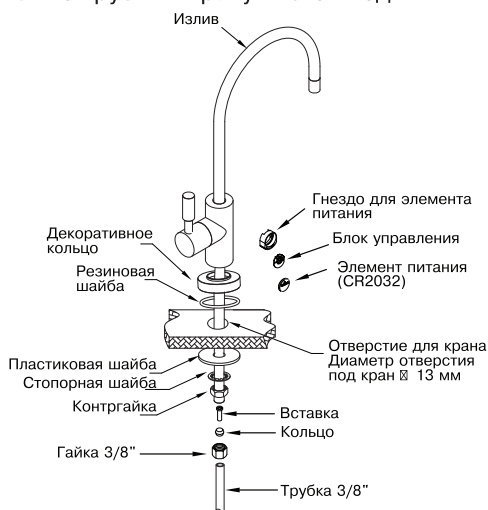
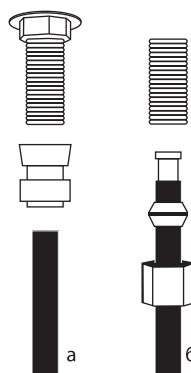

Рис. 8
Рис. 9
Монтаж крана чистой воды производите согласно **рис. 8**. В комплекте с краном чистой воды может поставляться набор деталей для осуществления соединения с трубкой, либо кран чистой воды может иметь в своем составе быстроразъемный коннектор. На **рис. 9а, б** приведены возможные способы подключения синей трубки к крану чистой воды.
12. После заполнения бака (вы услышите, что вода больше не течет в дренаж и насос (если есть) не работает) откройте кран чистой воды (A) и дождитесь, пока вся вода не вытечет.
13. Закройте кран чистой воды (A). Дайте баку наполниться во второй раз. Этот процесс займет около 2 часов. Затем слейте воду из бака.
17. Убедитесь в отсутствии протечки внизу корпуса крана чистой воды, затяните гайку крана (**рис. 8**).